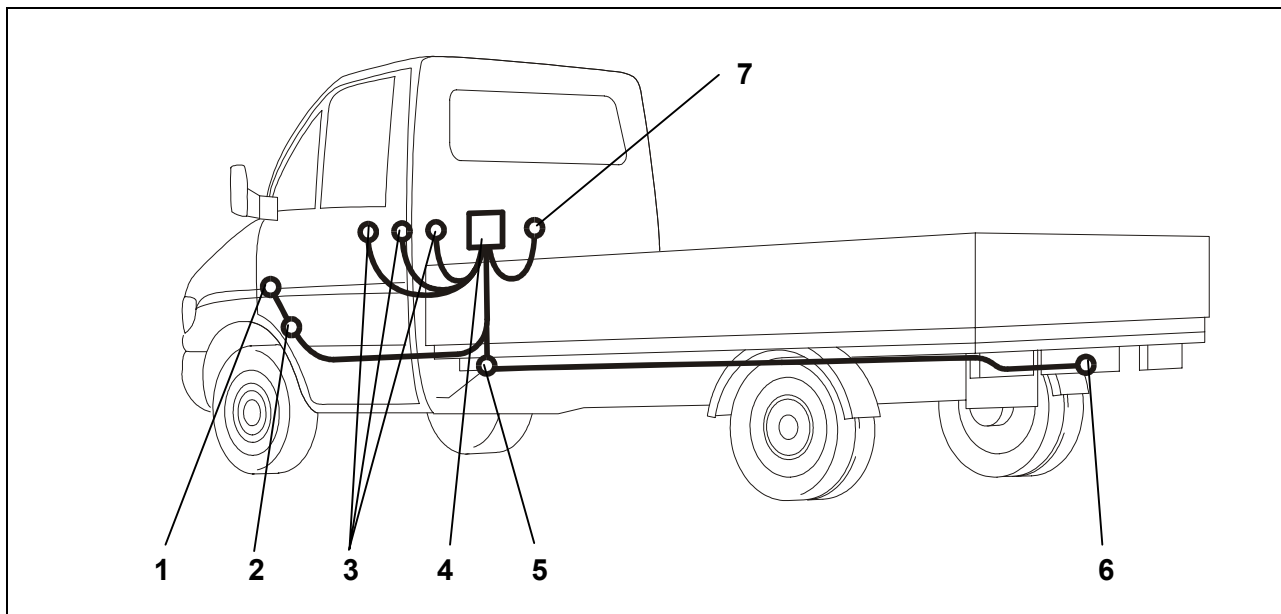

Fig. 1 : Aperçu du montage
4. Faire passer l'extrémité du fil dans le passage du câble (Fig. 1/15) en partant de l'intérieur vers l'extérieur.
5. Insérer le passe-fil en caoutchouc dans le passage du câble (Fig. 1/5).
6. Placer le conducteur de fils sous le véhicule le long de la tôle de retenue de la prise (Fig. 1/16) et fixer avec des attaches-câbles.
10. Fixer la prise sur la tôle de retenue de la prise (Fig. 1/6) avec les vis et écrous fournis.
13. Fixer le module pour attelage (Fig. 1/4) à l'endroit voulu avec une bande velcro.
14. Raccorder les fils marron avec des anneaux sur un point matériel du côté du véhicule (Fig. 1/7).